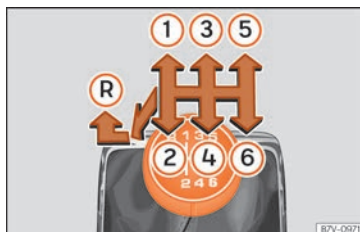

Abb. 237 Schalterschema des 6-Gang-Schaltgetriebes.
Auf dem Schalthebel sind die Positionen der einzelnen Fahrgänge dargestellt » **Abb. 237**.
- Schalthebel auf Leerlauf stellen und nach unten drücken, ganz nach links und dann nach vorne schieben, um den Rückwärtsgang » **Abb. 237** einzulegen.